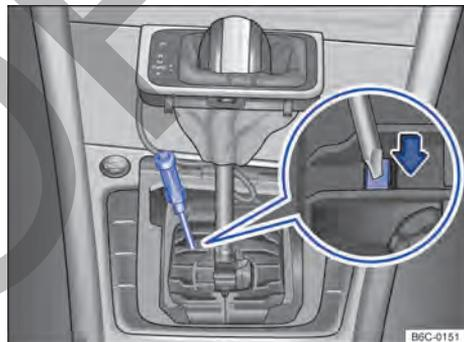

Fig. 90 Desinstalar la cubierta de la palanca selectora y desbloquear el bloqueo de la palanca selectora de emergencia. ▶
- Con ayuda de un destornillador presionar cuidadosamente la palanca de desbloqueo en la dirección de la flecha y mantenerla en esa posición → fig. 90.